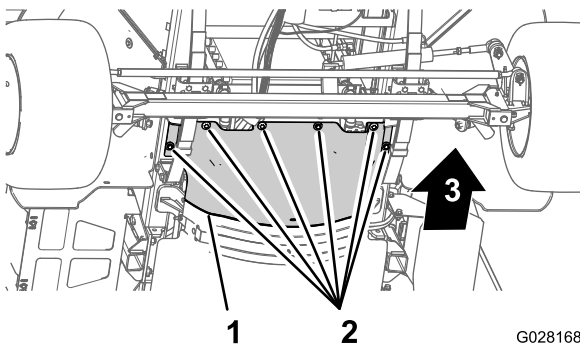

Figure 56
3. Retirez les 6 boulons à tête hexagonale et les 6 rondelles qui fixent l'écran pare-chaueur avant au châssis et déposez l'écran (Figure 56).